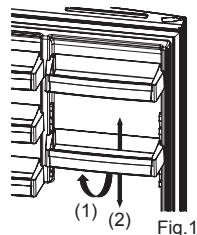

Fig.1
Pour ce faire, soulevez la partie avant de l'étagère (1), puis soulevez / abaissez le balconnet réglable (2) avec les deux mains (Fig 1)